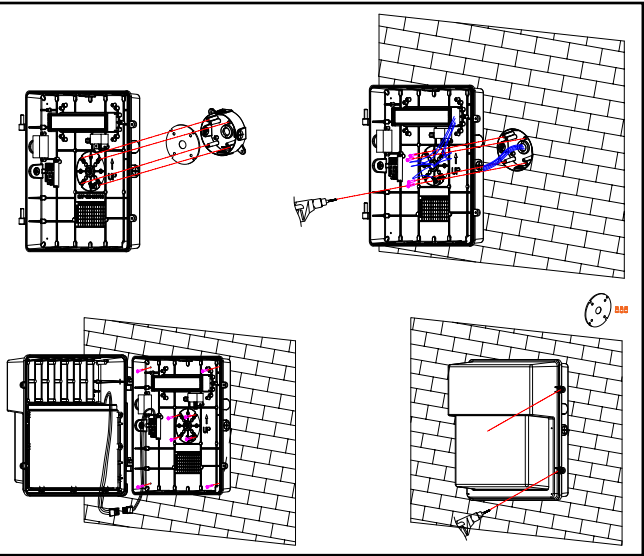

Figure 4
- Alignez et percez les trous de montage, puis fixez le boîtier arrière à la boîte de jonction ou au mur (le matériel de montage n'est pas fourni), à l'aide de 4 vis de type L de taille n° 8-32 x 19 mm (3/4 po). (Figure 4)